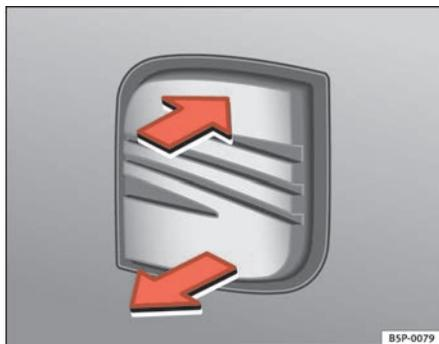

Fig. 44 Porta-bagagens: abertura a partir do exterior
- Puxe o manípulo e levante a tampa ⇒ fig. 44. O porta-bagagens abre-se automaticamente.